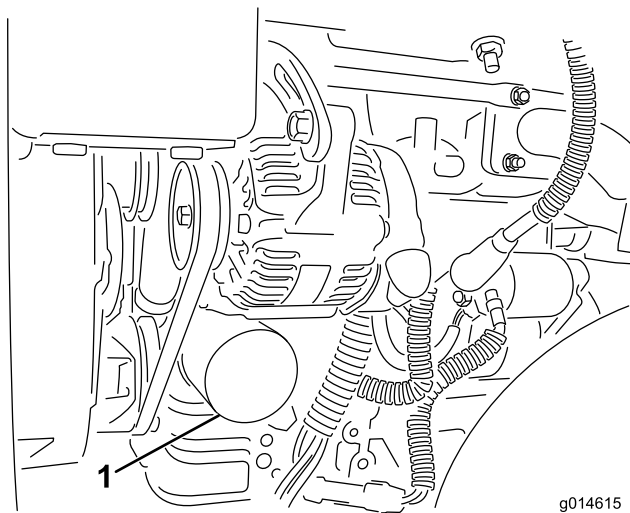

图46
2. 拆下机油滤芯（图46）。在新的滤芯垫片上涂上薄薄一层干净油。